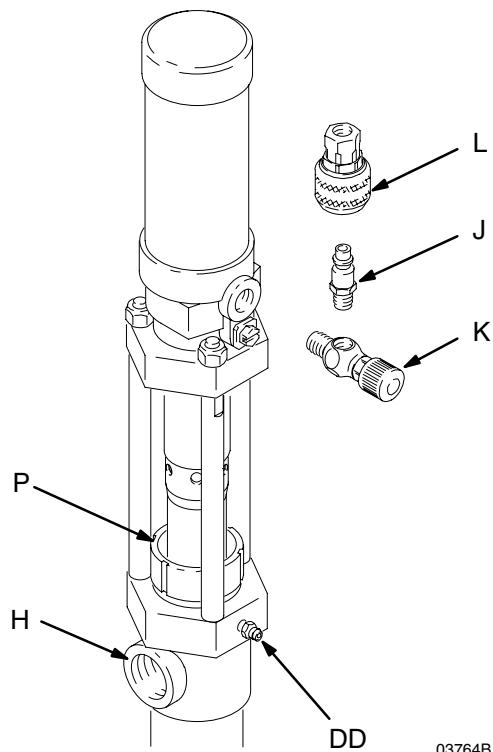

Рис. 6
Заполните на 1/2 объема смачиваемую крышку (Р) составом для уплотнения горловины (TSL) от фирмы Graco или совместимым растворителем и поддерживайте ее наполненной на 1/2 объема, чтобы предохранить жидкость от высыхания на штоке поршня и уплотнения горловины насоса от повреждения. См. Рис. 6.
Регулярно смазывайте уплотнения горловины, когда Вы перекачиваете несмазочную жидкость, или когда выключаете насос на период более, чем несколько дней. Некоторые насосы имеют тавотницу (DD) для этой цели. См. Рис. 6.
Периодически проверяйте затяжку уплотнительной гайки (Р). Сбросьте давление, а затем затяните гайку лишь настолько, чтобы устранить утечку, но не больше. См. Рис. 6. Если утечка не может быть остановлена, то замените уплотнения, чтобы предотвратить выступление перекачиваемой жидкости.